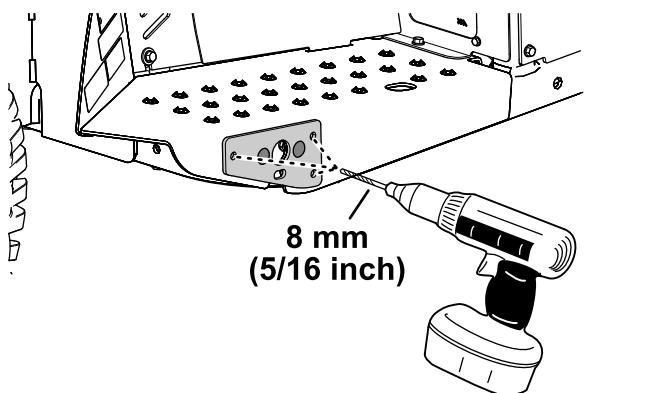

Figura 6
2. Utilizzando la staffa orientabile come modello per la foratura, praticate 3 fori (8 mm) nella flangia del poggiapiedi (Figura 6).